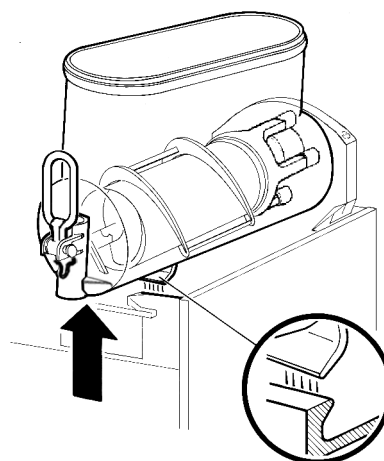

figura 6
- 2** Smontare il contenitore spingendone leggermente la parte inferiore (lato rubinetto) verso l'alto per liberarne gli agganci inferiori (vedere figura 6) e sfilandolo successivamente dal